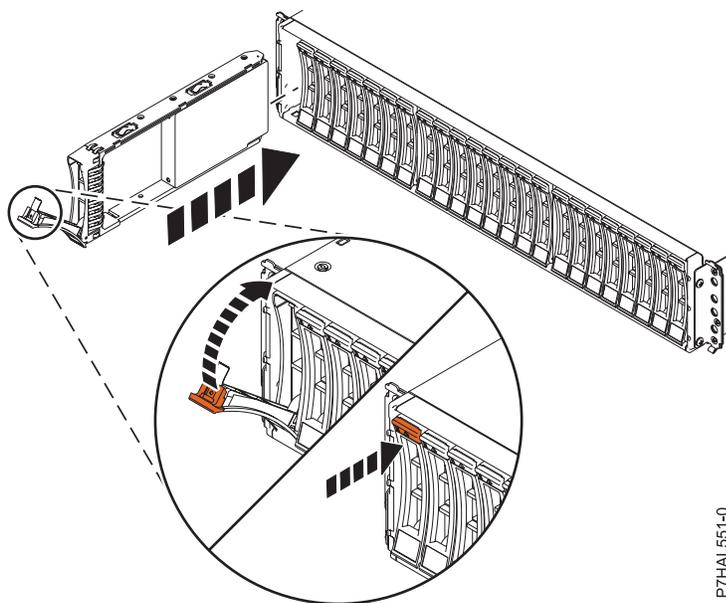

Figura 2. Instalación de la unidad de disco en Alojamiento de unidad de disco 5887
1. Con el asa en la posición de desbloqueo, consulte Figura 2 en la página 11, sostenga la unidad por la parte inferior mientras la alinea con los rieles de guía de la unidad de expansión.